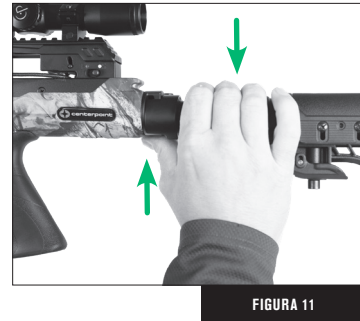

FIGURA 11
El seguro está desactivado y la ballesta está lista para amartillarse cuando el interruptor del seguro se ha movido de la posición (S)AFE (Seguro activado), bajo el punto blanco, a la posición (F)IRE (Fuego), bajo el punto rojo, como se ilustra en la Figura 11.
Con la ballesta apuntada en una dirección segura y una flecha cargada, deslice el interruptor del seguro (Parte 2) hacia adelante hasta que oiga y sienta que se desactiva. El seguro está desactivado y la ballesta está lista para ser amartillada o disparada cuando el interruptor del seguro se ha movido desde debajo de la posición (S)AFE (Seguro activado) y el punto blanco, a debajo de la posición (F)IRE (Fuego) y el punto rojo, como se ilustra en la Figura 11 en la página 4.
**PRECAUCIÓN:** NO UTILICE EL INTERRUPTOR DE PREPARACIÓN DE AMARTILLADO (PARTE 3) PARA DESACTIVAR EL SEGURO SI LA BALLESTA ESTÁ AMARTILLADA, O DESACTIVARÁ EL MECANISMO CONTRA DISPAROS EN SECO. UTILICE ESTE INTERRUPTOR ÚNICAMENTE PARA DESACTIVAR EL SEGURO SI LA BALLESTA ESTÁ AJUSTADA EN (S)AFE (SEGURO ACTIVADO) Y DESEA AMARTILLARLA.